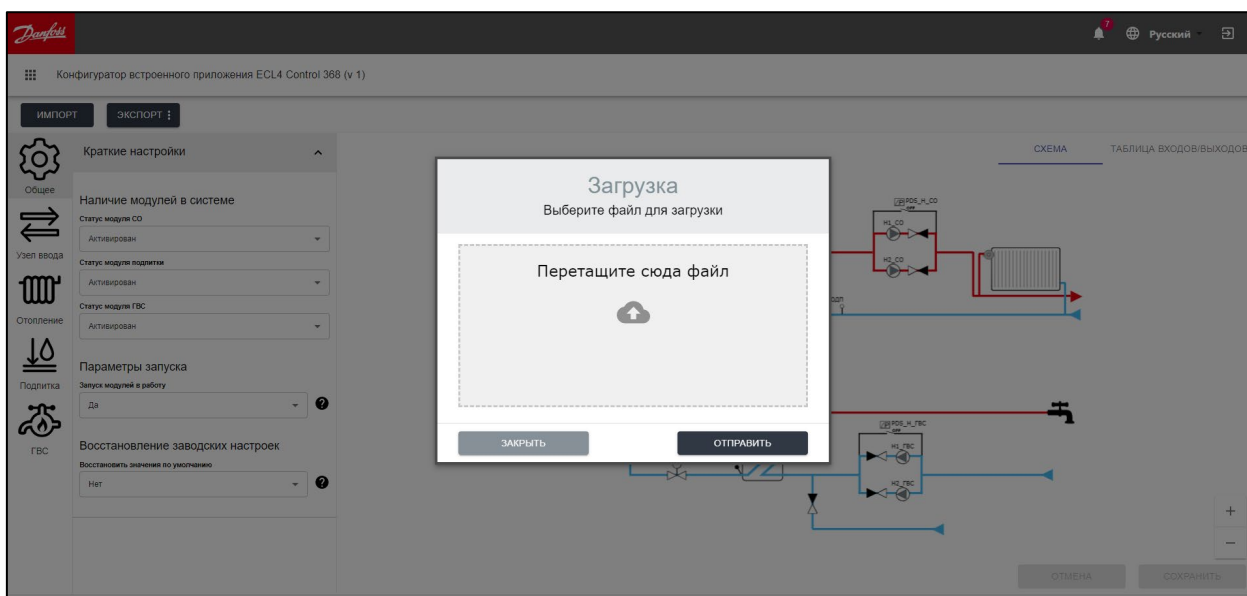

Рис.34. Окно для загрузки файла с конфигурацией автоматики (опция Импорт).
- файл «Настройки» с перечнем текущих настроек в текстовом формате. Этот файл может быть впоследствии использован для копирования сохраненных настроек на данный или другой ECL4 Control (операция Импорт, Рис.34).